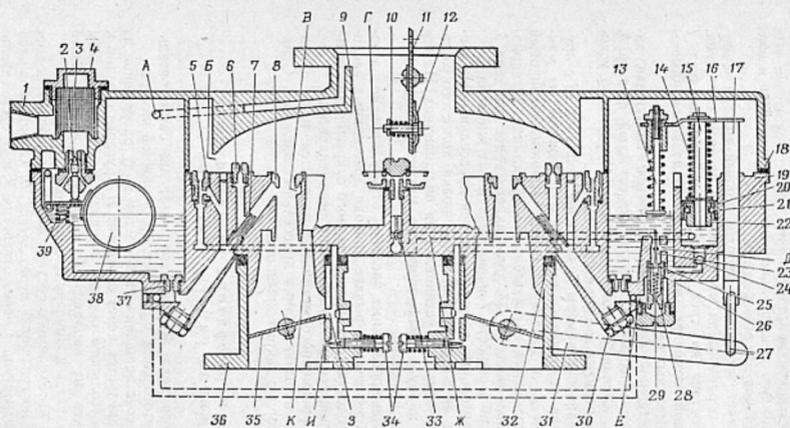

Рис. 22. Схема карбюратора:
Карбюратор состоит из трех основных частей: корпуса 1 (рис. 22) воздушной горловины, корпуса 19 поплавковой камеры и корпуса 36 смесительных камер.
**Режим частичных нагрузок.** По мере открывания дроссельной заслонки количество воздуха, проходящего через главный воздушный канал, увеличивается, в результате чего разрежение в малом диффузоре 8 (рис. 22) оказывается достаточным для вступления в работу главной дозирующей системы карбюратора.